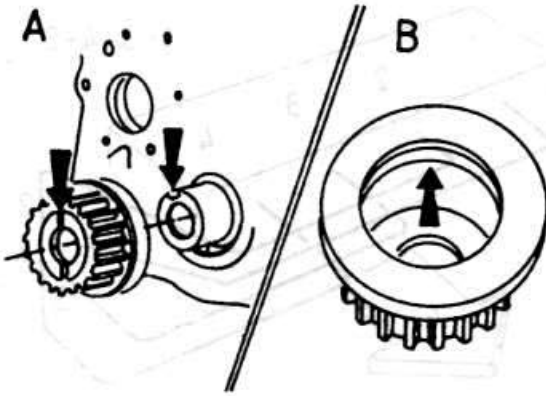

Рис. 2.48
- ♦ Установите на переднюю шейку коленвала шестерню. Выступ на шейке коленвала должен находиться в канавке шестерни (рис. 2.48).